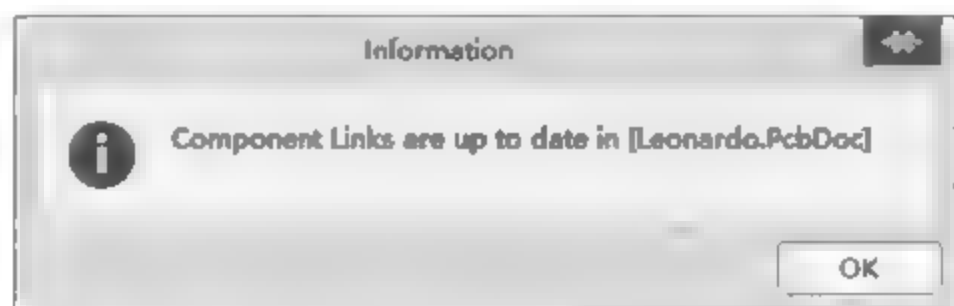
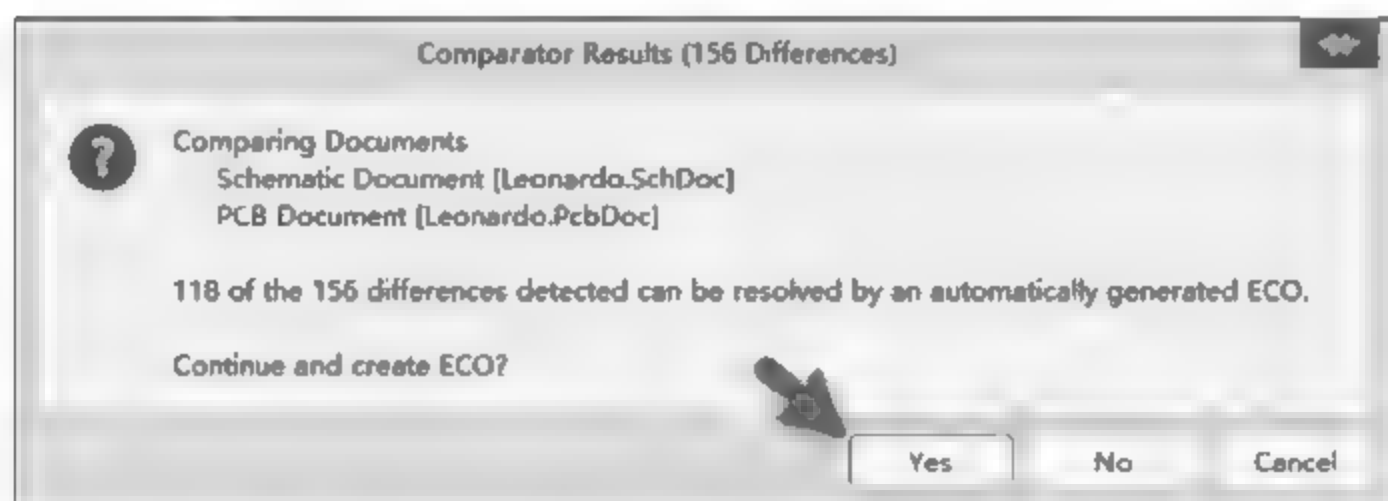

图 8-23 Information 对话框
图 8-24 Comparator Results 对话框
⑤ 在弹出的 Information 对话框中单击 OK 按钮,如图 8-23 所示。在弹出的 Comparator Results 对话框中单击 Yes 按钮,如图 8-24 所示。